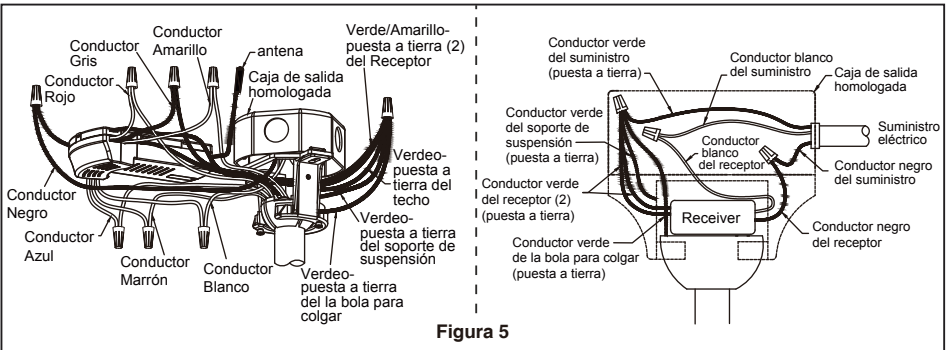

Figura 5
4. Una vez haya hecho las conexiones, coloque los cables hacia arriba y empújelos cuidadosamente hacia dentro de la caja de la toma de corriente, poniendo los cables blancos y verdes a un lado de la caja y los negros hacia el otro lado. Los cables deben ser colocados de forma extendida poniendo el conductor de la toma de tierra y el conductor de toma de tierra del equipo a un lado de la caja, colocando el conductor sin toma de tierra en el otro lado de la caja. (Figura 5)